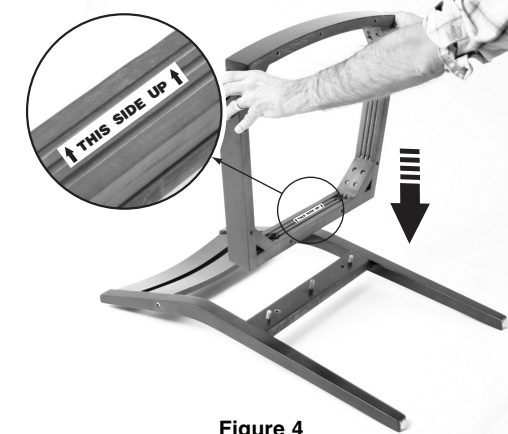

Figure 4
- With the top of the seat frame (B) facing upward, as indicated in figure 4, align the three holes on the seat frame (B) with the three wood dowels (F) on the back frame (A). Carefully lower the seat frame onto the three wood dowels. There may be some resistance. **Push down firmly on the seat frame to ensure the wood dowels are completely inserted.**
- Avec le sommet du cadre d'assise (B) tourné vers le haut, comme illustré à la figure 4, aligner les trois trous du cadre d'assise (B) avec les trois chevilles en bois (F) du cadre du dossier (A). Descendre avec précaution le cadre d'assise sur les trois chevilles. Une petite résistance peut être sentie. **Pousser fermement le cadre d'assise pour engager complètement les chevilles en bois.**